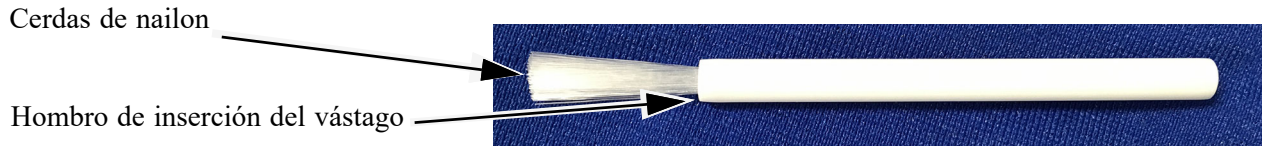

Figura 9-6. Cepillo de limpieza para lentes (300-8330)
3. Localice el cepillo suministrado en el kit de limpieza del GX (consulte la figura 9-6).